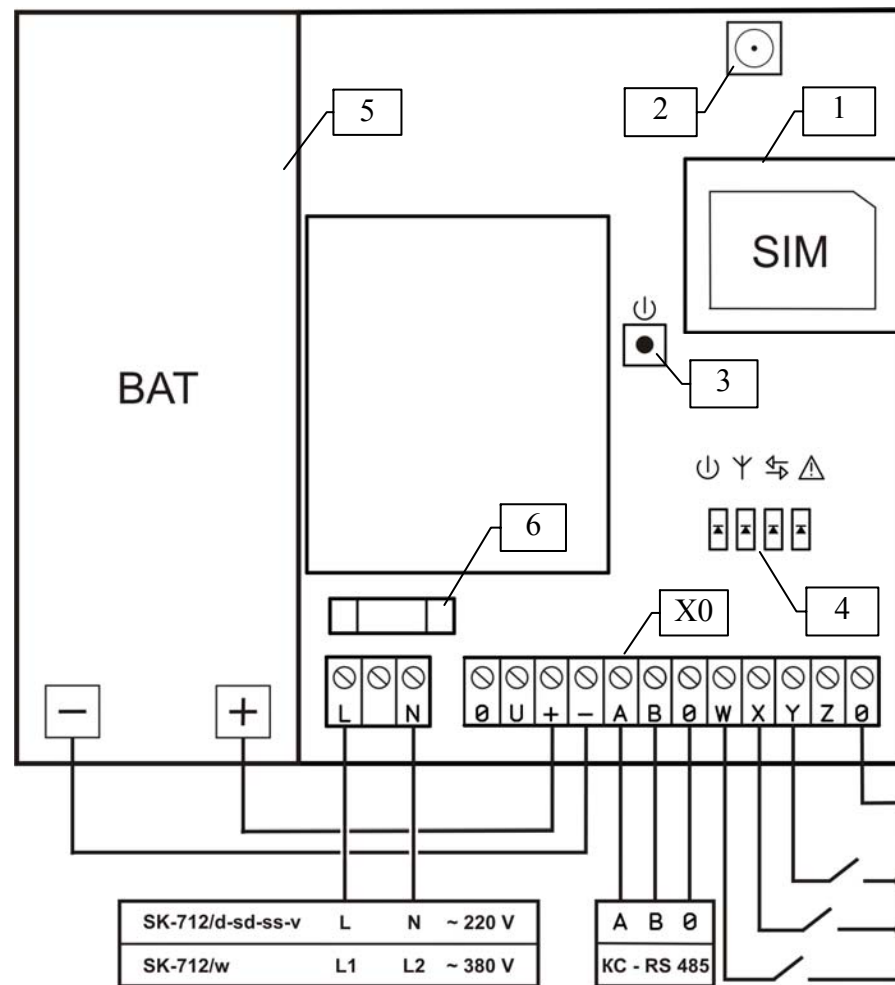

Рис. 1 Вид прибора и его подсоединение
#### 5.1 Вид прибора (рис. 1)
**Включение прибора** осуществляется автоматически при подключении к внешнему источнику питания ~ 220 В / 50 Гц или при помощи нажатии кнопки «**Вкл./сброс**» (рис.1, поз.3) в течение 2 секунд при питании от аккумуляторной батареи.